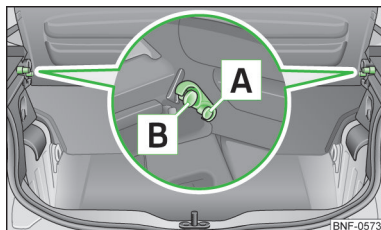

Bild 69
- Lyft bagagerumsskyddet och tryck på sidohållarna [A] » bild 69 för att fälla upp.
- För demontering ska du dra ut bagagerumsskyddet nedtill ur sidofästena [B] » bild 69.
Var noga med att bagagerumsskyddet sitter ordentligt ihakat i sidohållarna [B] » bild 69 - risk för skador på bagagerumsskyddet resp. bagagerummet.